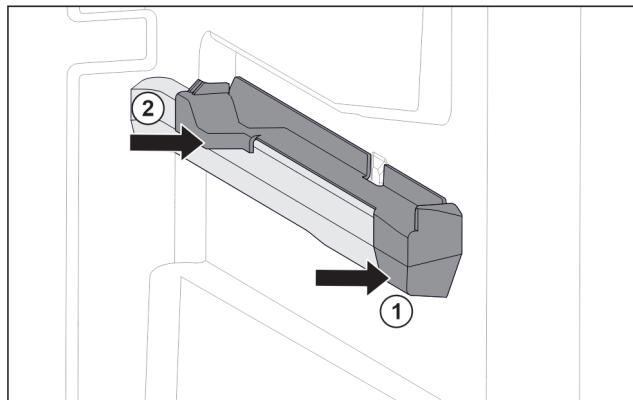

Fig. 76 Násuvný diel na pravom rebre nádoby
- ▶ Nasad'te násuvný diel vpredú na rebro nádoby. Fig. 76 (1)
- ▶ Pritlačte násuvný diel vzadu. Fig. 76 (2)